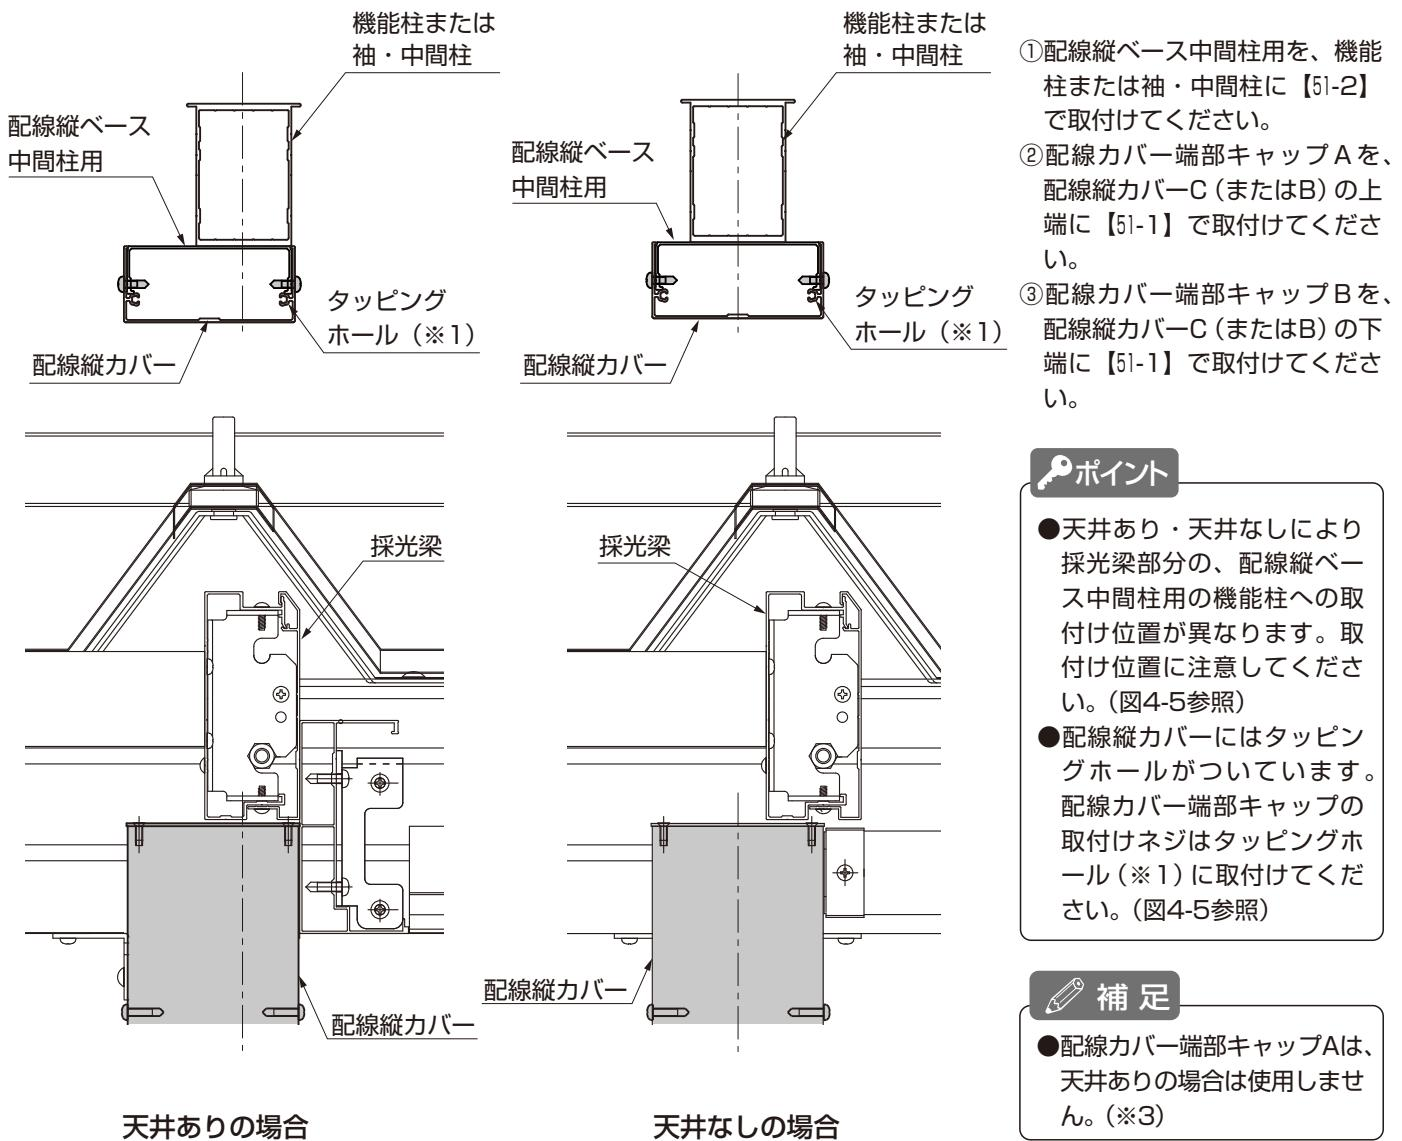

図4-5 配線カバー中間柱の取付け位置
- 天井あり・天井なしにより採光梁部分の、配線縦ベース中間柱用の機能柱への取付け位置が異なります。取付け位置に注意してください。(図4-5参照)
- 配線縦カバーにはタッピングホールがついています。配線カバー端部キャップの取付けネジはタッピングホール (*1) に取付けてください。(図4-5参照)